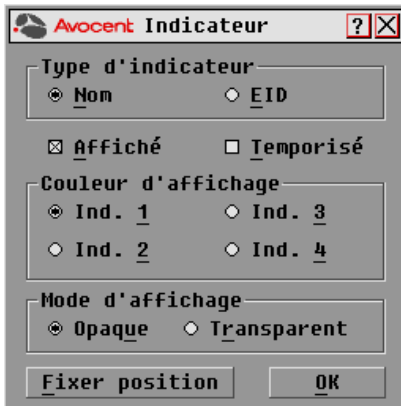

Figure 3.12 : Boîte de dialogue Indicateur de l'interface OSCAR
2. Cliquez sur *Config. - Indicateur* pour ouvrir la boîte de dialogue Indicateur, comme indiqué à la Figure 3.12.